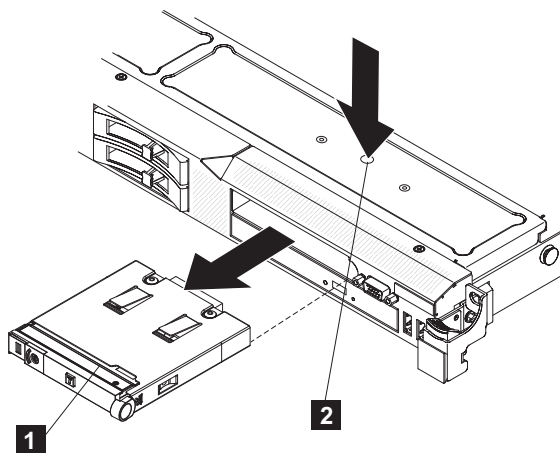

図 211. SAN ポリウム・コントローラー 2145-CG8 または 2145-CF8 オペレーター情報パネルを取り外すための解放タブの使用
7. 先のとがったものを使用して、解放タブ (図 211 の **2**) を押し下げます。